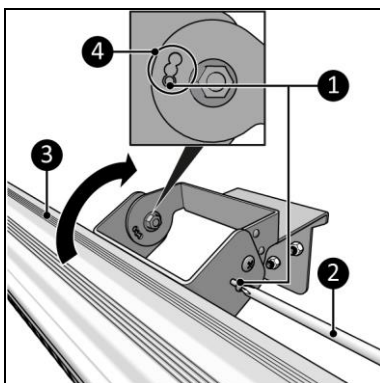

Figure 11
L'appareil a 3 positions (figure 11, pos. 4) :
1. Tenez le corps principal (figure 11, pos. 3) pendant que vous dévissez les petites vis (figure 11, pos. 1).
2. Déplacez le corps principal (figure 11, pos. 3) dans la position souhaitée.
3. Serrez les petites vis (figure 11, pos. 1).